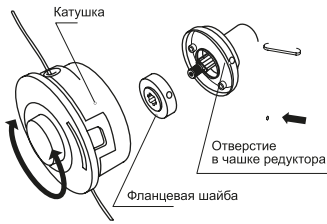

Рис. 8
- Снимите чашку с вала, прижимную шайбу, оставив фланцевую шайбу (рис. 8).